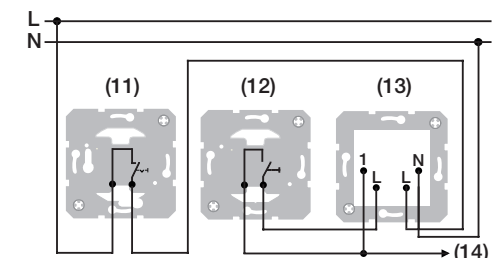
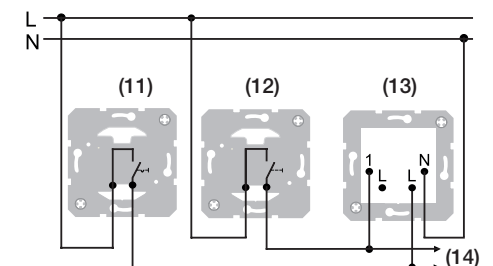

Figura 4: ejemplo de conexión con cambio de color mediante el conductor externo, bucleado
Figura 5: ejemplo de conexión con cambio de color mediante el conductor externo, no bucleado
En los siguientes ejemplos de conexión se muestran dos opciones de instalación de la lámpara de orientación LED. En el ejemplo de conexión (figura 4) el cambio de color de la luz se realiza mediante el contacto del conductor neutro con la entrada de control „1“. En el ejemplo de conexión (figura 5) el conductor externo entra en contacto con la entrada de control „1“.
- Conectar la lámpara de señalización LED, RGB según el ejemplo de conexión (figura 4) o (figura 5).
- En caso necesario, conectar otras lámparas de señalización LED, RGB con (14).
- Montar el mecanismo (13) en una caja portamecanismos. Los bornes de conexión deben quedar hacia abajo.